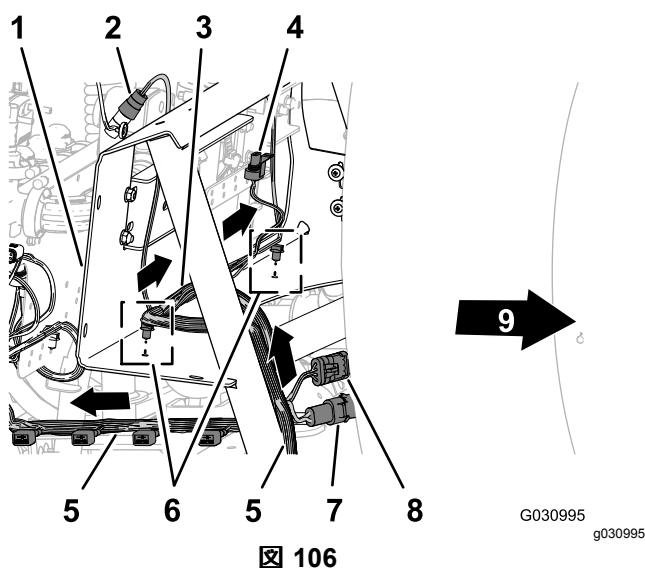

図 106
1. 図 106 に示すように、ワイヤハーネスの 218.4cm の枝線を、バルブマウントのサポートストラットよりも車体内側を通し、車体後方のバルブマウント 10バルブ用まで導く。
2. フローメータと攪拌バルブ用のワイヤハーネスの 75.5cm の枝線を、マニホルドマウントの正面を横断するように配設する 図 106。
3. ワイヤハーネスの 75.5cm の枝線の押し込み型ファスナを、マニホルドマウントの下側フランジに差し込む 図 106。